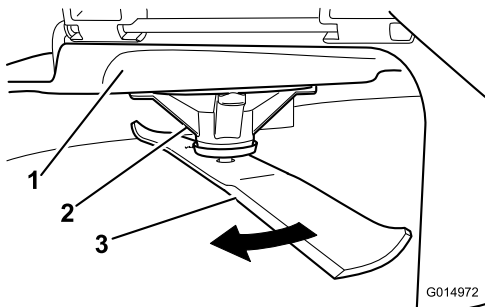

Figura 74
2. Llevando guantes fuertemente acolchados u otro tipo de protección apropiada para las manos, gire lentamente la cuchilla hasta una posición que permita medir la distancia entre el filo de corte y la superficie nivelada en la que descansa la máquina (Figura 74).